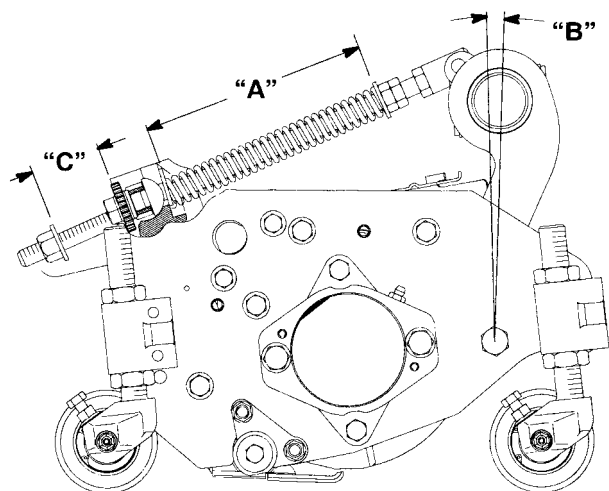

図7
ターフ補正スプリング(図7)は、キャリアフレームとカッティングユニットをつないでおり、前後の揺れの大きさを調整する働きと、移動走行中や旋回動作中の地上高の調整を行っています。
1. スプリングロッド後部のロックナットを締めて、すきま(C)を25 mmとする(図7)。
2. スプリングロッド前部の六角ナットを締めて、スプリング(圧縮状態)の長さ(A)が203 mmになるようにする(図7)。
注: ラフで使用する時やアンジュレーションの大きなフェアウェイを刈る時は上記の圧縮長さ(A)を216 mmとし、スプリングブラケット後部とワッシャ前面のすきま(C)を38 mmとしてください(図7)。